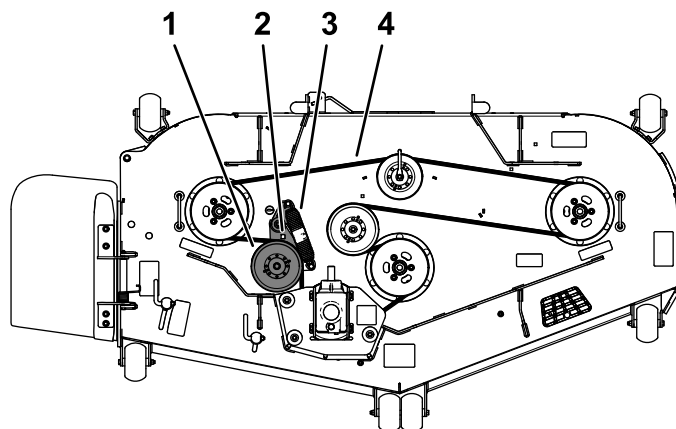

Bild 59
8. Stellen Sie sicher, dass die Federenden in den Ankerknuten sitzen, und legen Sie den Riemen mit Hilfe der Ratsche im rechteckigen Loch um die Umlenkrolle (Bild 59).
5. Setzen Sie eine Ratsche in das rechteckige Loch im Spannarm ein, um die Spannung an der Spanscheibenfeder zu lösen (Bild 59).
7. Legen Sie den neuen Riemen um die Riemenscheibe des Mähers (Bild 59).